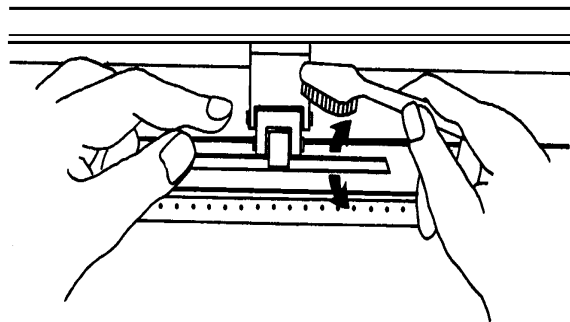

图 4-1
- 2 用毛刷（牙刷亦可）清洁走纸滚筒表面的灰尘。当清洁时，用手转动走纸滚筒。（如图 4-1）